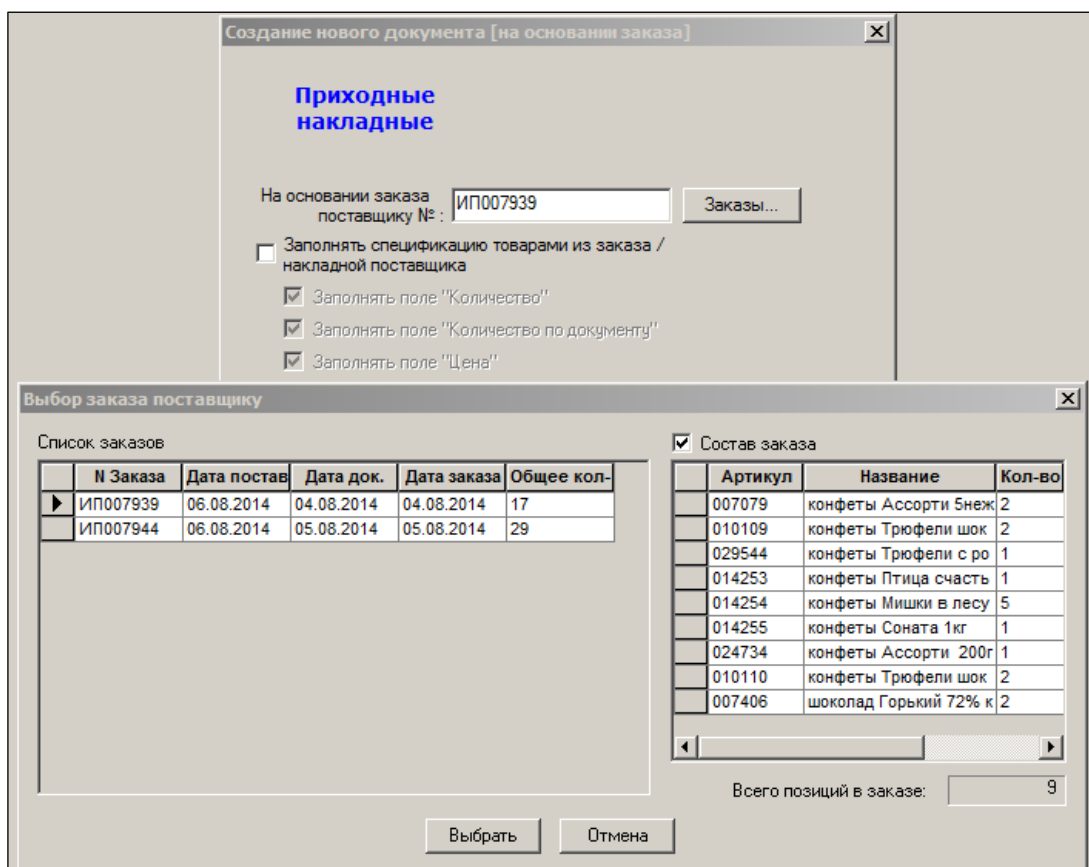

Рисунок 11 – Создание приходной накладной (4)
5. В случае формирования накладной на основании ранее сделанного заказа в можно выбрать конкретный заказ данному поставщику из их перечня во всплывающем окне, которое вызывается нажатием кнопки **Заказ**. При установленном флаге **Состав заказа** в правой части окна отобразится спецификация заказа (Рисунок 11):